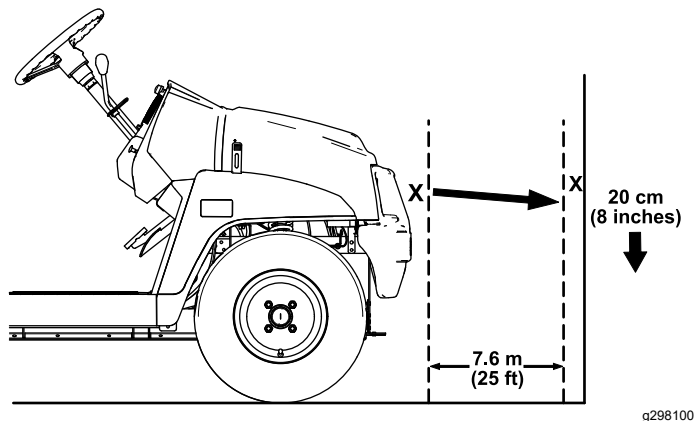

Figura 52
1. Aparque la máquina en una superficie nivelada con los faros a unos 7.5 m (25') de una pared (Figura 52).
La parte más brillante del haz del faro debe estar a 20 cm (8") por debajo de la señal hecha en la pared (Figura 52).